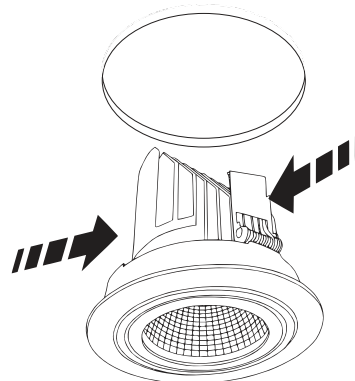

Abb. 3
3. Federn des Einbaustrahlers zusammendrücken und diesen in das ausgesägte Loch einsetzen (Abb. 3).
3. Press the springs together and place the recessed downlight in the sawn out hole (fig. 3).